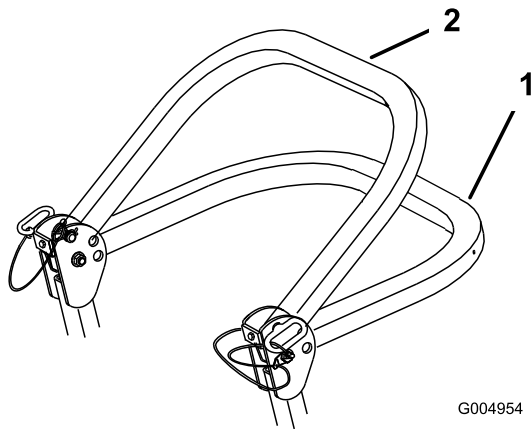

Figure 6
2. Descendez l'arceau de sécurité à la position abaissée. La position abaissée est à deux niveaux. Voir Figure 6 pour les positions.